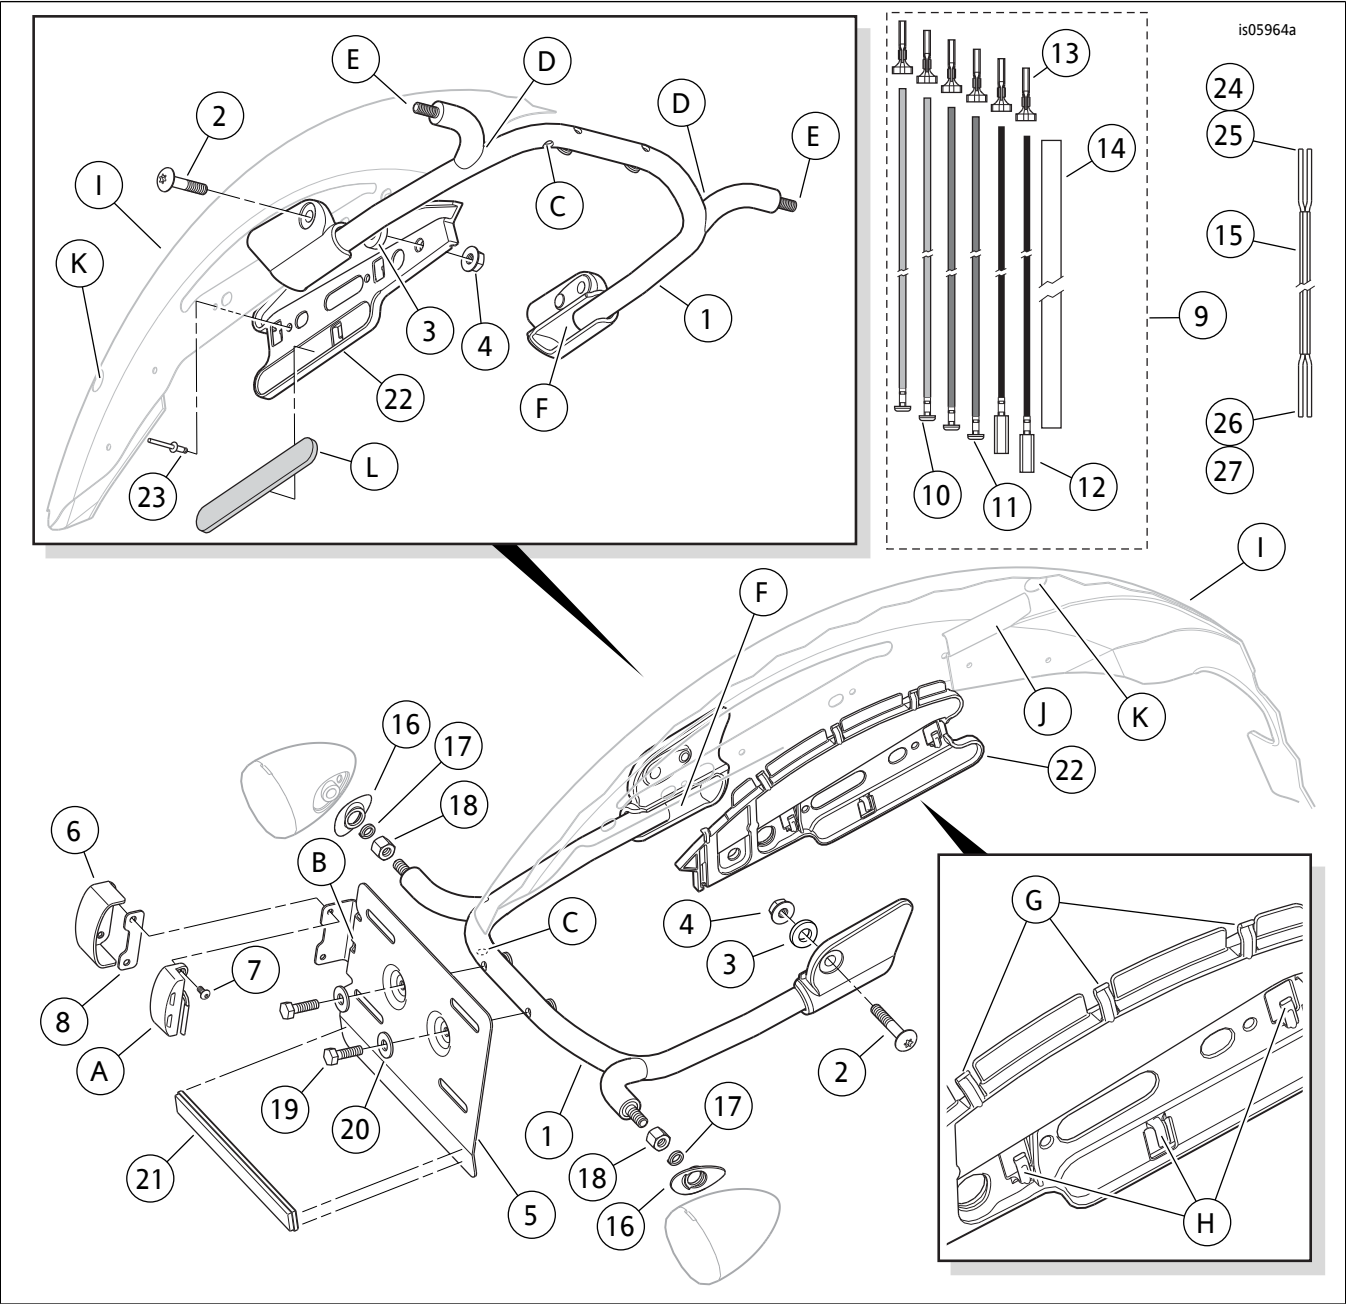

图5。维修零件：XL刹车灯/尾灯/转向信号和车牌重新定位套件
3. 参见图5。将导线和线管穿入STT重新定位焊接件(1)管上的孔(C)，并将导线推过管左侧的Y形接头(D)。
18. 参见图5。从套件中取出线管(14), 把它切成长度相同的两段。
1. 参见图5顶部插图。从套件中取出左侧反光片(22)和空心铆钉(23)。将支架定位至挡板左方内侧, 使安装孔对准挡板上钻出铆钉的孔。参照右侧的同类支架。
2. 参见图5。从套件中取出车牌灯延长线束（15）、销盒（24）和（25）、插座盒（26）和（27）。对于2013年款及之前车型，将项目（24）和（26）连接至线束（15）端头。对于2014年款及之后车型，将项目（25）和（27）连接至线束（15）端头。将销盒连接至车牌灯插座盒。